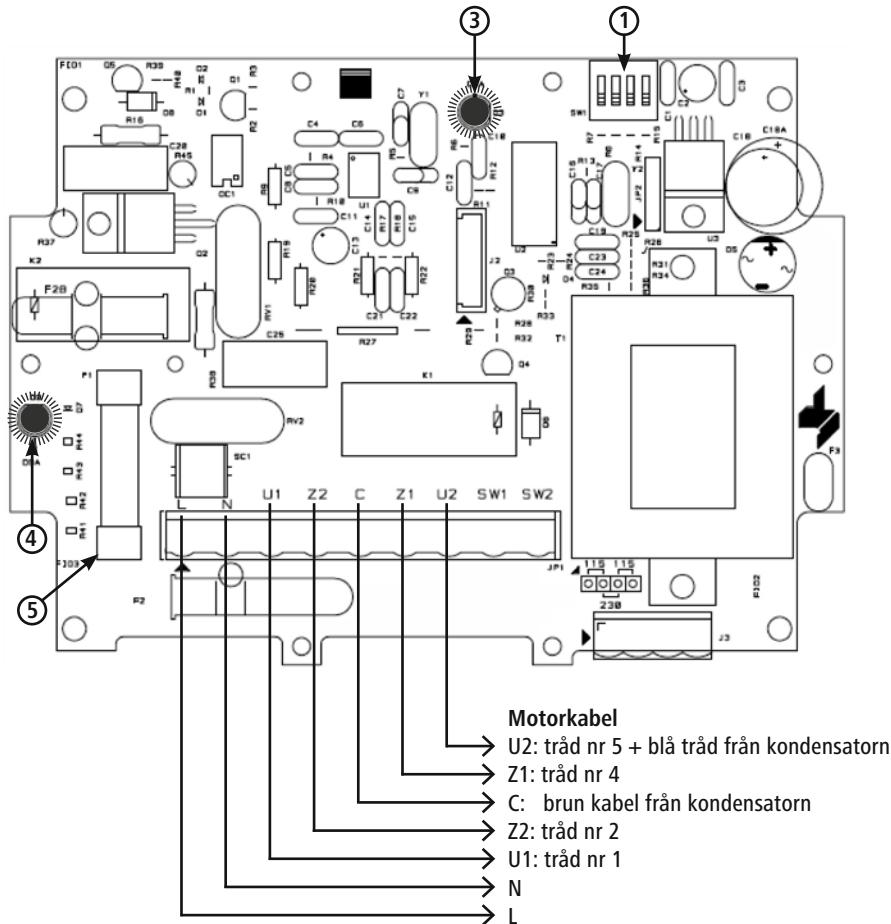

Bild 7: Schema huvudstyrkort
Motståndets gränsvärde (= frånkopplingsmotståndet) kan regleras med det svarta dip-switch-elementet (pos. 1; bild 7) på styrkortet. Justeringen bör alltid göras av en behörig elektriker som kan öppna styrenheten på ett säkert sätt.